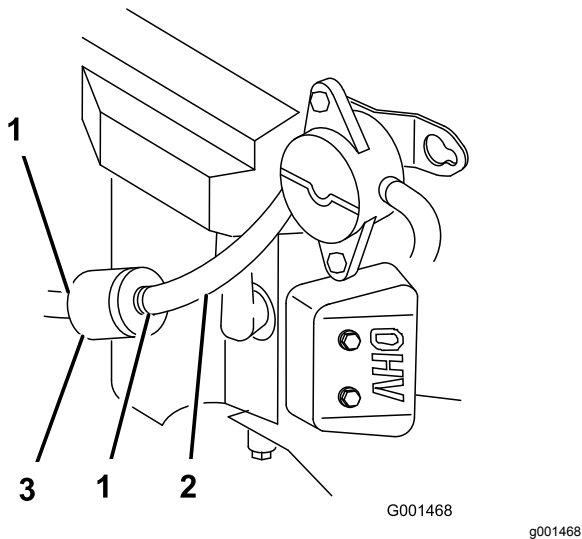

Figura 39
4. Aperte as extremidades das abraçadeiras e deslize as abraçadeiras, afastando-as da válvula (Figura 39).